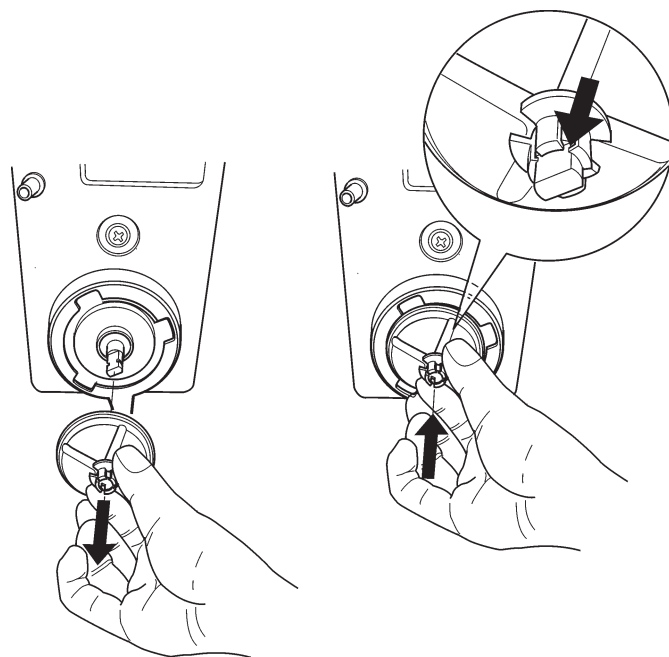

Рис. 11
- Чтобы разобрать крыльчатые колеса, слегка надавите на центр для их высвобождения (рис. 11);